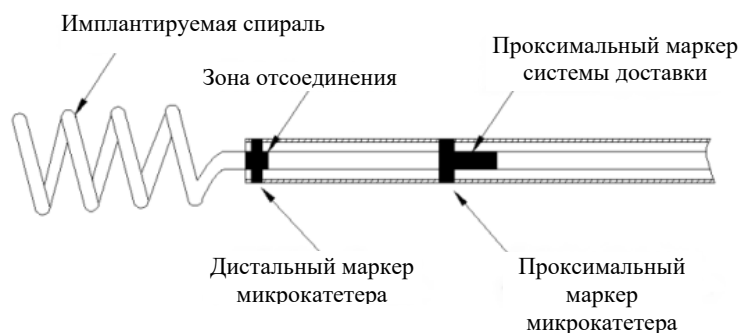

Рисунок 2. Положение маркеров при отсоединении спирали
(7) Визуально убедитесь в том, что инфузия промывочного раствора осуществляется нормально. Подтвердив это, ослабьте зажим ПГК настолько, чтобы можно было перемещать систему доставки и чтобы это не повлияло на процесс непрерывной промывки.
(8) Под рентгеноскопическим контролем медленно выдвиньте спираль ЕЕС из наконечника микрокатетера. Продолжайте перемещать спираль ЕЕС внутри поражения до достижения ее оптимального положения. При необходимости измените ее положение. **Если спираль имеет неподходящий размер, извлеките ее и замените другим устройством.**
(9) Перемещайте спираль в нужное положение до тех пор, пока проксимальный рентгеноконтрастный маркер системы доставки не достигнет проксимального маркера микрокатетера. В этот момент проксимальный конец спирали будет находиться внутри микрокатетера (см. рисунок 2).